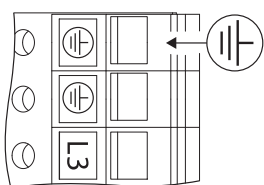

Fig. 27: Messa a terra supplementare
- A causa della corrente dispersa elevata con motori da 11 kW si deve collegare in conformità a EN 50178 un'ulteriore messa a terra rinforzata (vedi fig. 27).